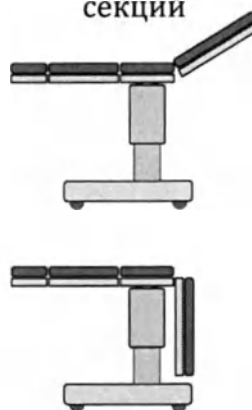

Рисунок 12. Схема регулируемых положений стола.
Панели стола можно придать нужную конфигурацию, изменяя наклоны секций, а также всей панели. (Рисунок 12).
- ▣ смажьте все подвижные соединения панели стола тонким слоем технического вазелина либо светлым машинным маслом (Рисунок 12);